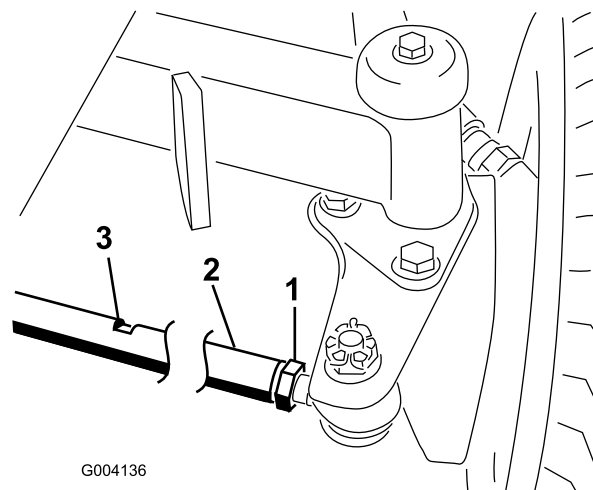

Bild 61
2. Lösen Sie die Klemmmutter an jedem Ende der Zugstange (Bild 61).